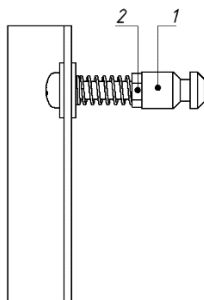

Рис. 15. Регулировка ригеля Promix-AD.DB.41
1. Ослабить гайку поз.2 (см. рисунок 15).